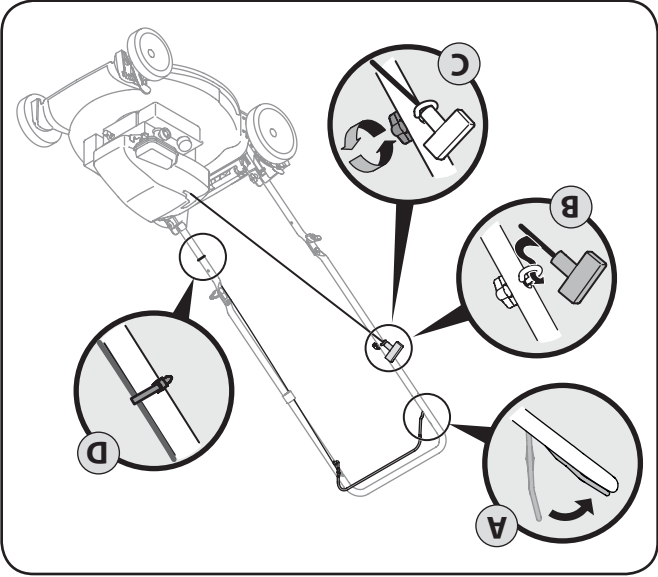

Figure 3-6
4. Le guide de la corde du démarreur est installé sur la droite du guidon supérieur. Desserrez le boulon à oreilles qui maintient le guide de la corde en place. Voir la Figure 3-6.
b. Dégagez lentement la poignée du démarreur à lanceur du moteur et faites passer la corde dans son guide. Voir la Figure 3-6.